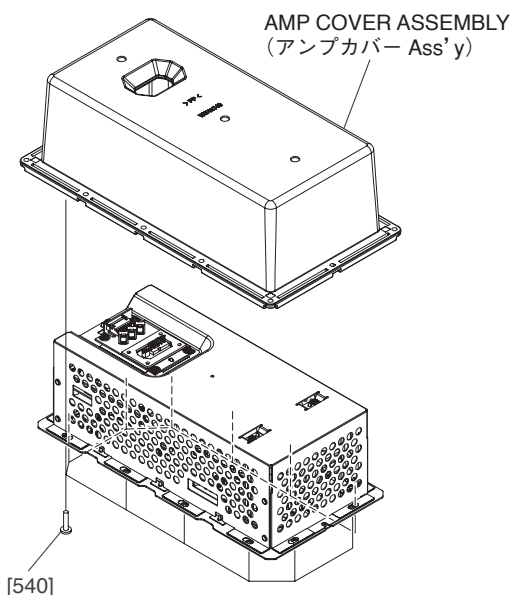

Fig. C-1 (図C-1)
- C-1-1 Remove the twelve (12) screws marked [540]. The amp cover assembly can then be removed. (Fig. C-1)
- C-1-1 [540] のネジ 12 本を外して、アンプカバー Ass'y を外します。(図 C-1)